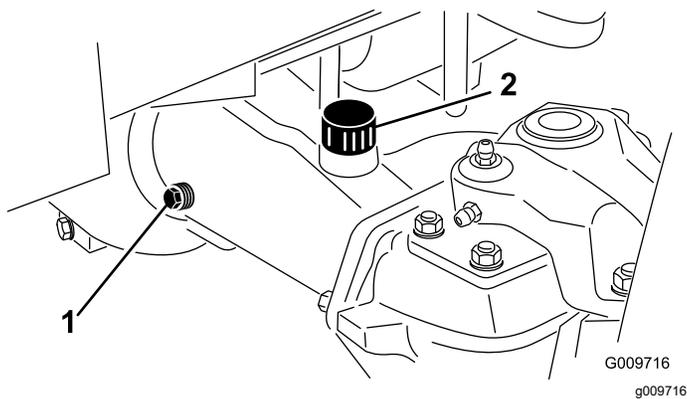

Figura 72
2. Retire o tampão de verificação de uma extremidade do eixo e certifique-se de que existe lubrificante até ao fundo do orifício (Figura 72).